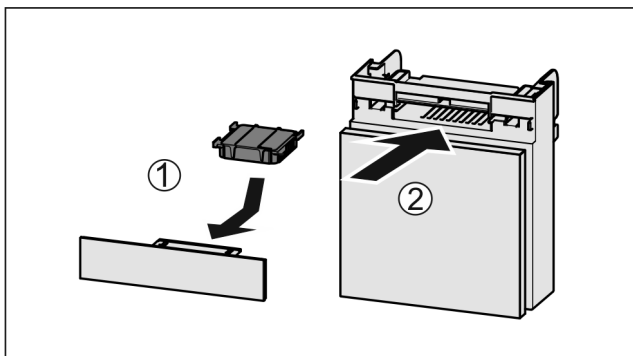

Fig. 45
- ▶ Wkładać *Fig. 45 (1)* filtr z węglem aktywnym zgodnie z ilustracją.
- ▶ Wsunąć komorę *Fig. 45 (2)*.